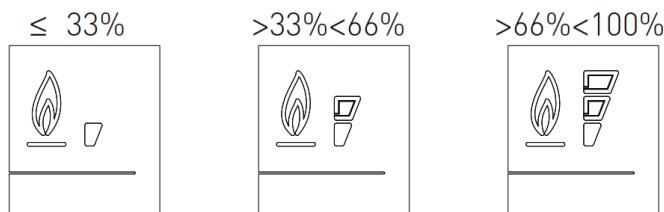

Рис. 2
- > Снимите три крепежных винта (поз. 2 на рис. 1), удерживающие трубку Вентури (V на рис. 1) при помощи ключа размера 10, как показано на рис. 2.
10. ИНДИКАТОР НАЛИЧИЯ ПЛАМЕНИ /ТАКЖЕ ПРЕДСТАВЛЯЕТ СОБОЙ ТРЕХСТУПЕНЧАТУЮ ШКАЛУ, ОТОБРАЖАЮЩУЮ ИЗМЕНЕНИЕ УРОВНЯ МОЩНОСТИ НАГРЕВА КОТЛА (РИС.2)